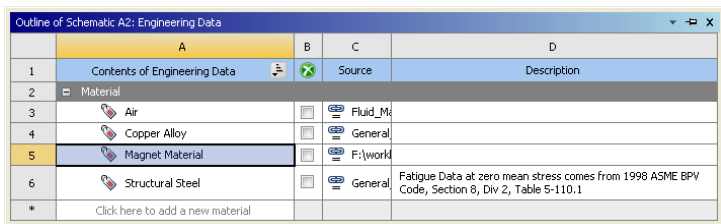

图 24-5 添加 Magnet Material
6) 在 Outline of Schematic A2 中最后一行的第一列中单击, 然后输入“Magnet Material”, 得到的材料表如图 24-5 所示。